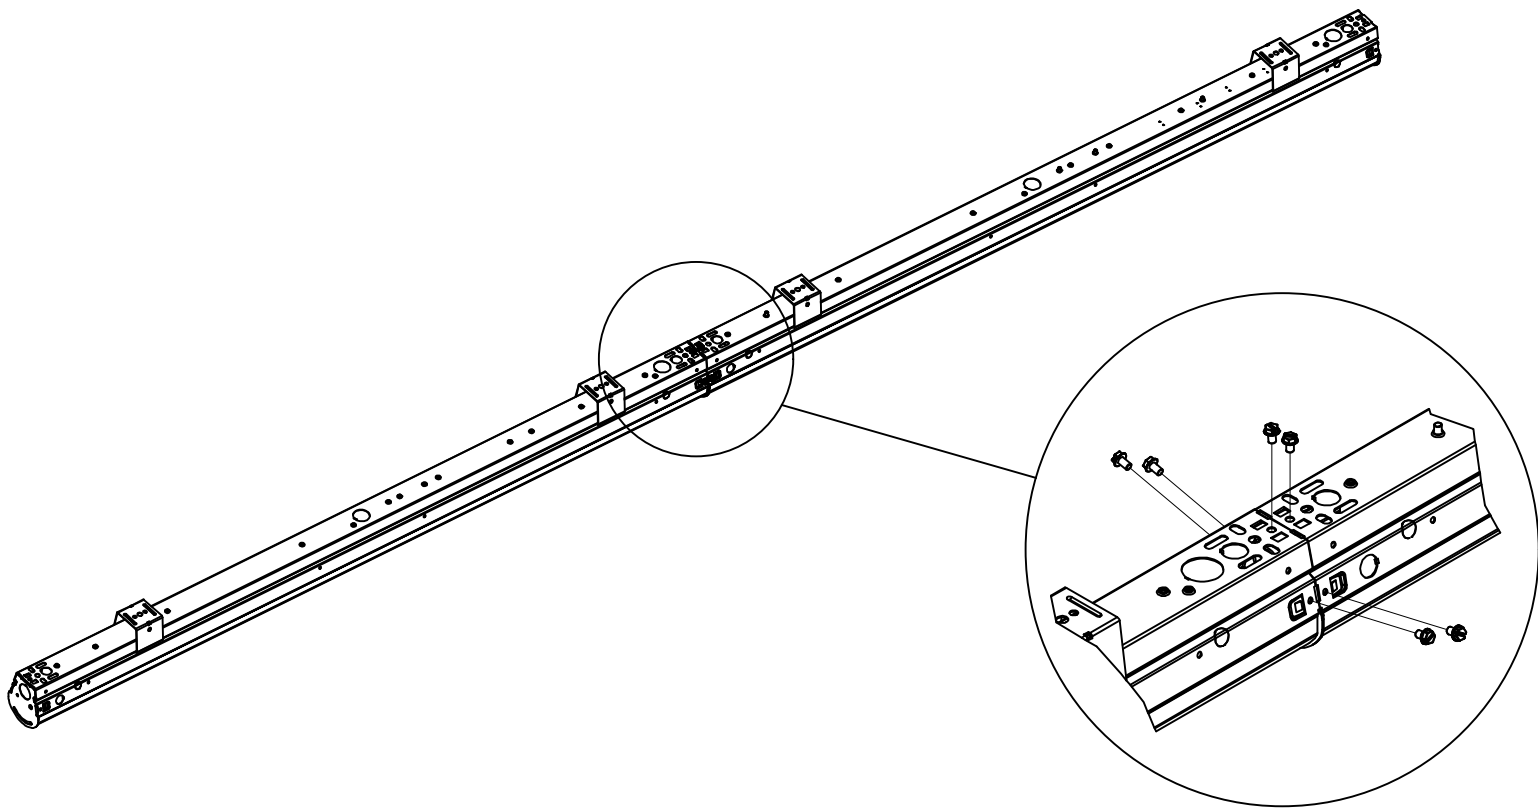

Figure 9: Configuration Mont Row
- 4) Installez les vis indiquées sur la figure 9 et établir des connexions électriques à l'intérieur luminaire en conformité avec le Code national et les règlements locaux . Reportez-vous à la page 2 pour l'installation du support de LED et la lentille .